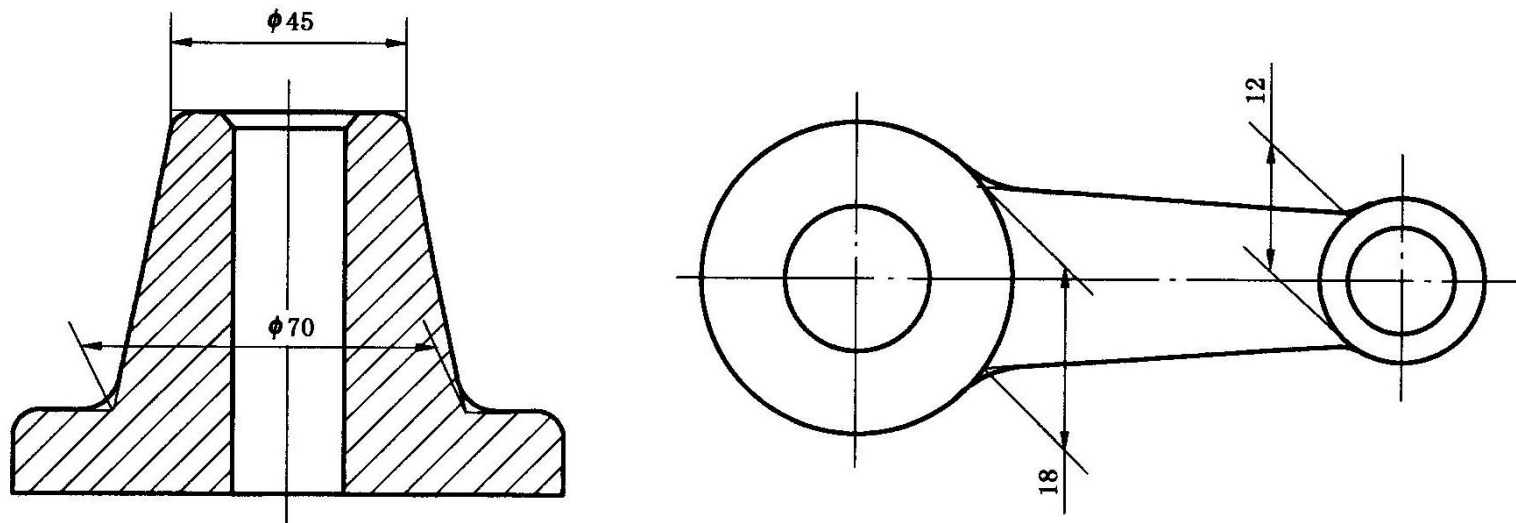

图1-15 尺寸界线与尺寸线斜交的注法
- 尺寸界线一般应与尺寸线垂直，必要时才允许倾斜，如图1-15所示。